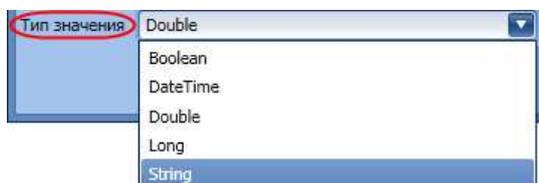

Рис. 5.7 Список типов значений
- **Тип значения** – тип значения переменной, выбирается из раскрывающегося списка, Рис. 5.7.